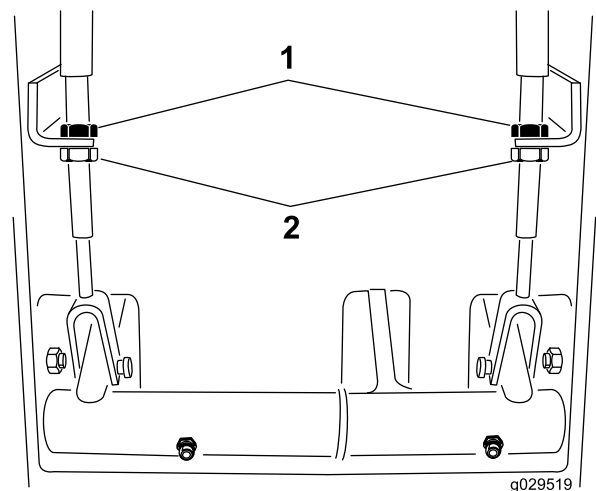

Figure 71
2. Pour réduire la garde aux pédales de frein, desserrez les écrous de blocage avant sur l'extrémité filetée du câble de frein (Figure 71).